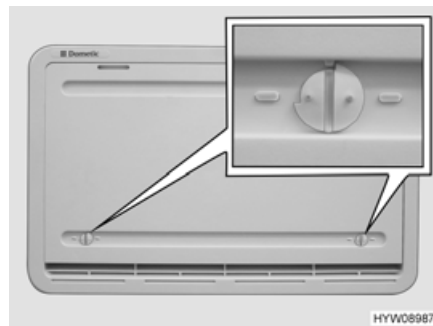

Fig. 183 Protection hivernale
Quand le réfrigérateur doit être utilisé à basses températures extérieures, le fabricant recommande d'employer une protection hivernale (Fig. 183) pour ses grilles d'aération du réfrigérateur.
- Ouvrir les deux dispositifs de verrouillage (Fig. 183) (la rainure est à l'horizontale).